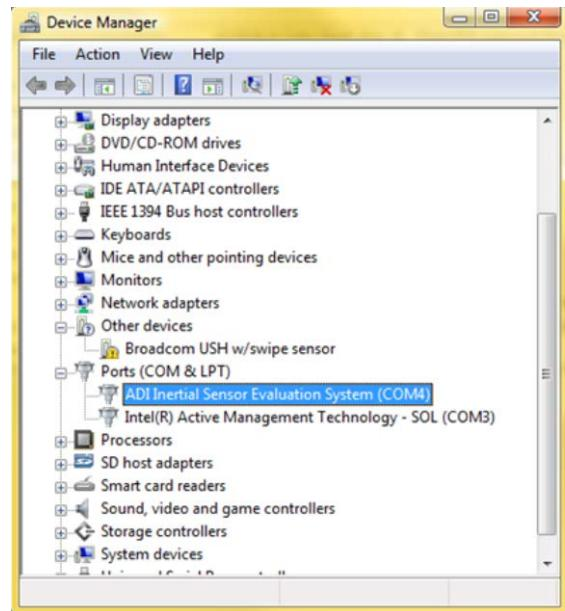

図 6.Device Manager で表示される COM ポート番号
2. **Tasks** の下の **Device Manager** を選択します。Windows Vista ではこのパネルへのアクセス許可や管理者権限が必要になる場合があります。図 6 のウインドウが表示されます。
Device Manager ウィンドウは、図 6 のように表示されます。